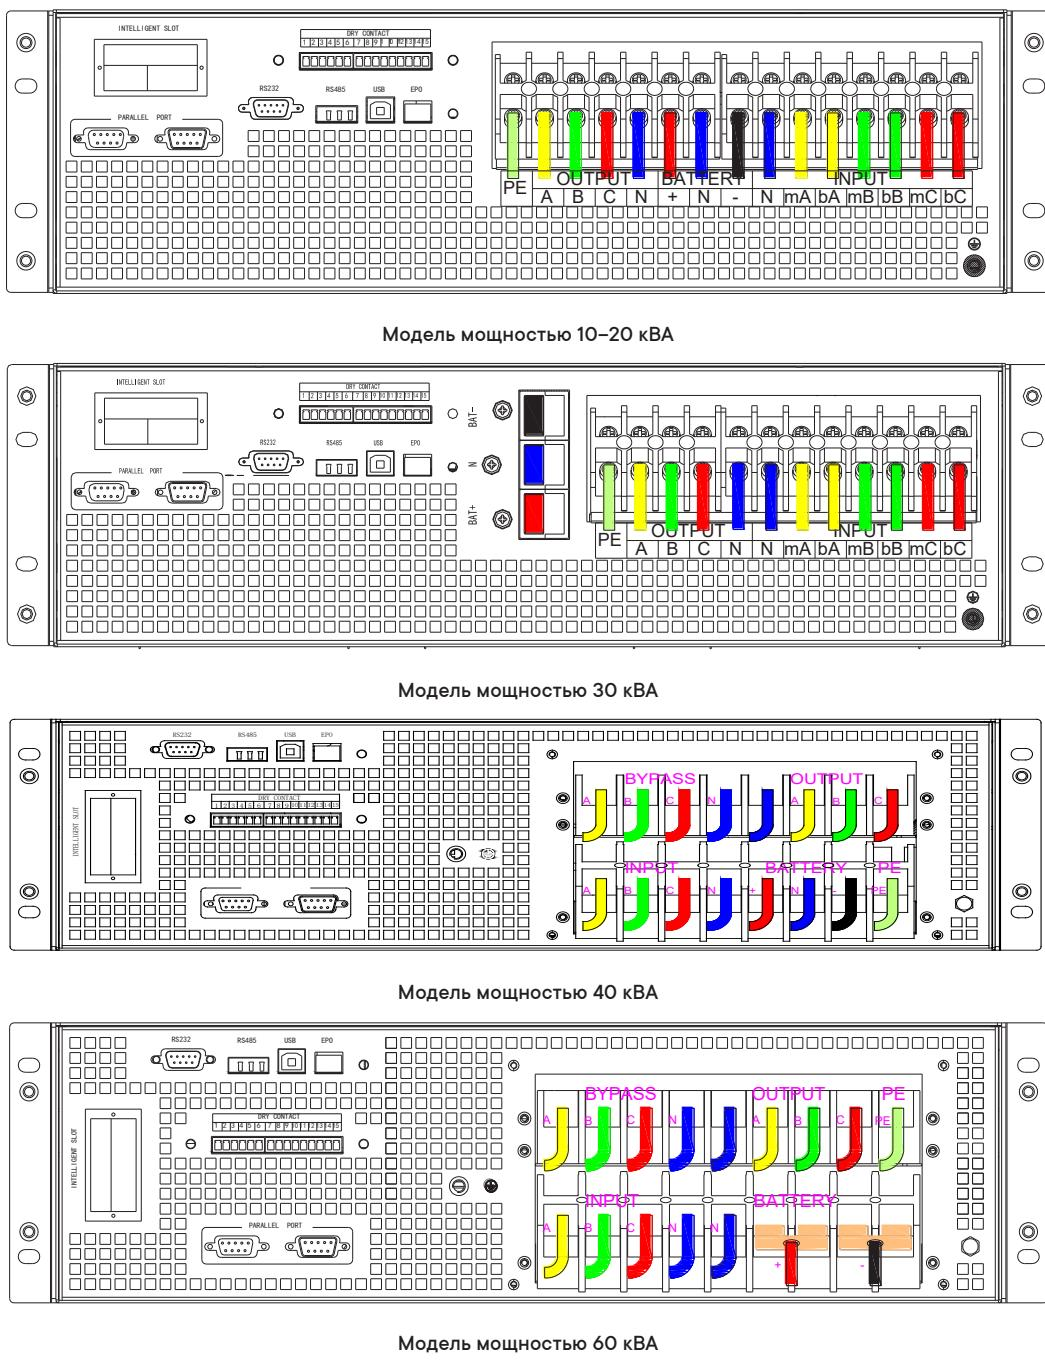

Рис. 3-7. Соединительные клеммы для 10–60 кВА
- Откройте заднюю дверцу шкафа, снимите крышки. Входная и выходная клеммы, клемма батареи и клемма защитного заземления показаны на рис. 3-7.